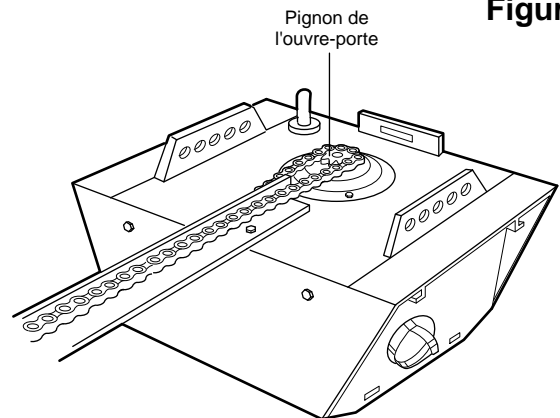

Figure 2
- Le faire passer autour du pignon, Figure 2, de l'ouvre-porte. S'assurer que les dents du pignon s'engagent bien dans la chaîne. Amener le câble et la chaîne vers l'avant jusqu'à la tige filetée, Figure 3, du chariot.